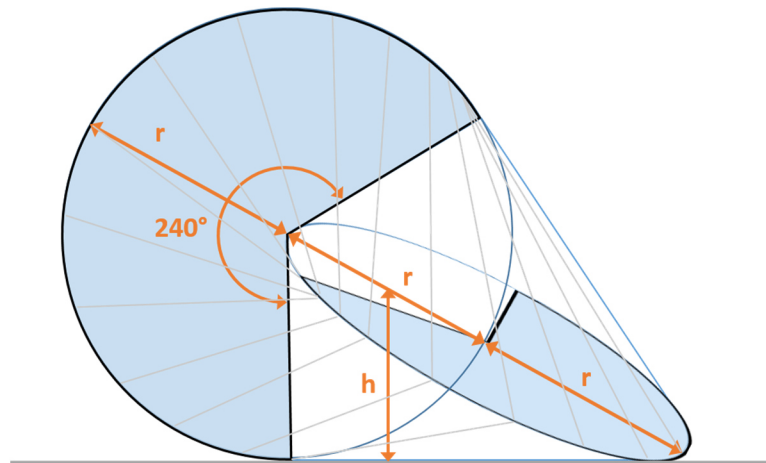

Abb. 3: Mathematische Beschreibung des OLOID.
- Die Oberfläche einer Kugel mit dem Radius r und die Oberfläche eines Oloid mit demselben Radius r (dreimal im Oloid, siehe Abb. 3) sind zueinander identisch: $A = 4\pi r^2$